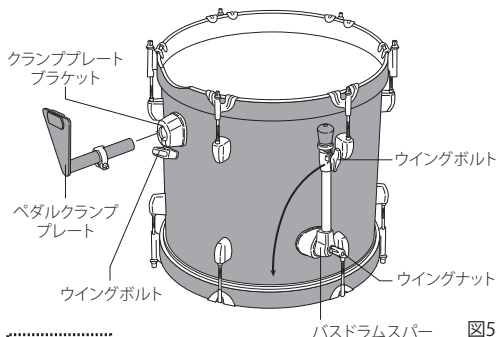

図5
3. クランププレートブラケットにペダルクランププレートを図の向きで差し込み、ウイングボルトで固定します。バスドラムスパーはウイングナットをゆるめ、図9の位置になるように回転し、ウイングナットを締めて固定します。次にウイングボルトをゆるめスパーを伸ばします。左右のスパーが同じ長さになるよう調整して、ウイングボルトを締めて固定します。バスドラムスパーは床とのズレを防止する剣先を装備しています。必要に応じてロックナットとラバーチップを時計方向に回して剣先を出してください。(図5)。